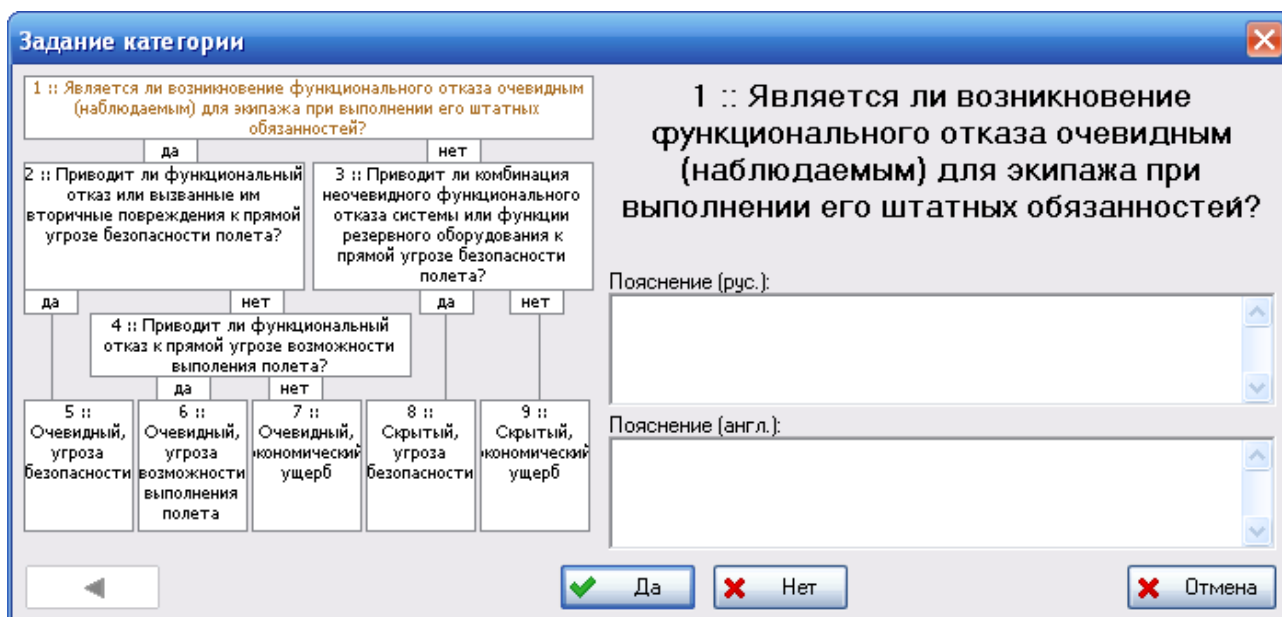

Рис. 3-9
2. Сделайте двойной щелчок левой кнопкой мыши по выделенной строке или на инструментальной панели верхней таблицы нажмите на кнопку **Анализировать отказ (ATA MSG-3)**. В результате откроется диалоговое окно **Задание категории** (рис. 3-9).